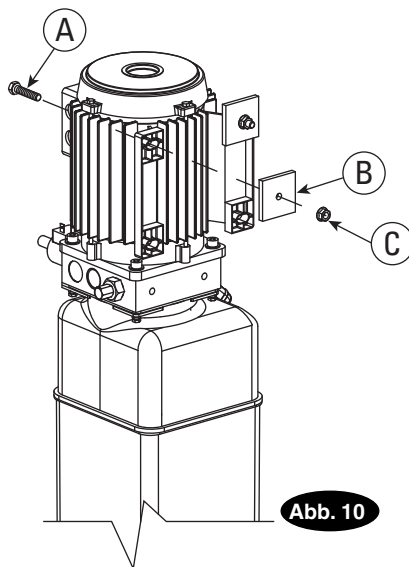

Abb. 10
(2) M8 x 40Lg. HHCS durch die oberen Löcher in der Stromversorgungseinheit stecken (mit Rutscheibe festhalten) (Abb.10). Angeflanschte M8-Sicherheitsmuttern anbringen, bis